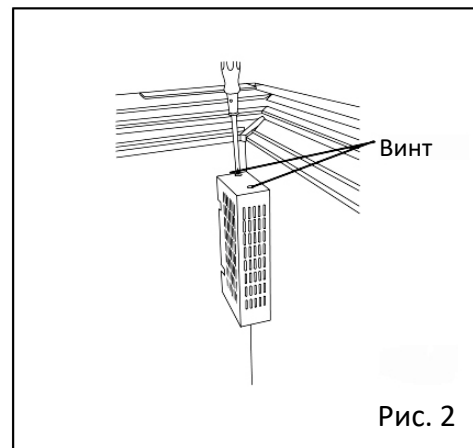

Рис. 2
2. Поднимите ручку бокового столика вверх, как показано на Рис. 2, и откройте дверцу бокового столика. Открутите 6 винтов крышки батарейной коробки и снимите крышку батарейной коробки.
2. Снимите крышку датчика регистратора (2 винта) внутри морозильника (Рис. 2).
5. Зафиксируйте крышку датчика регистратора с помощью двух винтов (Рис. 2).
2. Проведите провода от интерфейсной платы (MTR-480) через отверстие в фитинге (Рис. 2)